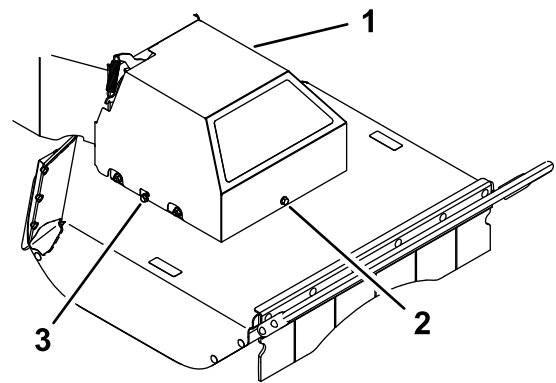

Figure 33
5. Desserrez les boulons gauche et droit de quelques tours puis desserrez le boulon avant jusqu'à ce que le couvercle soit desserré (Figure 33).
11. Abaissez le couvercle de courroie sur le plateau de coupe en alignant les fentes du couvercle et les boulons latéraux. Serrez le boulon avant, puis les deux boulons latéraux (Figure 33).